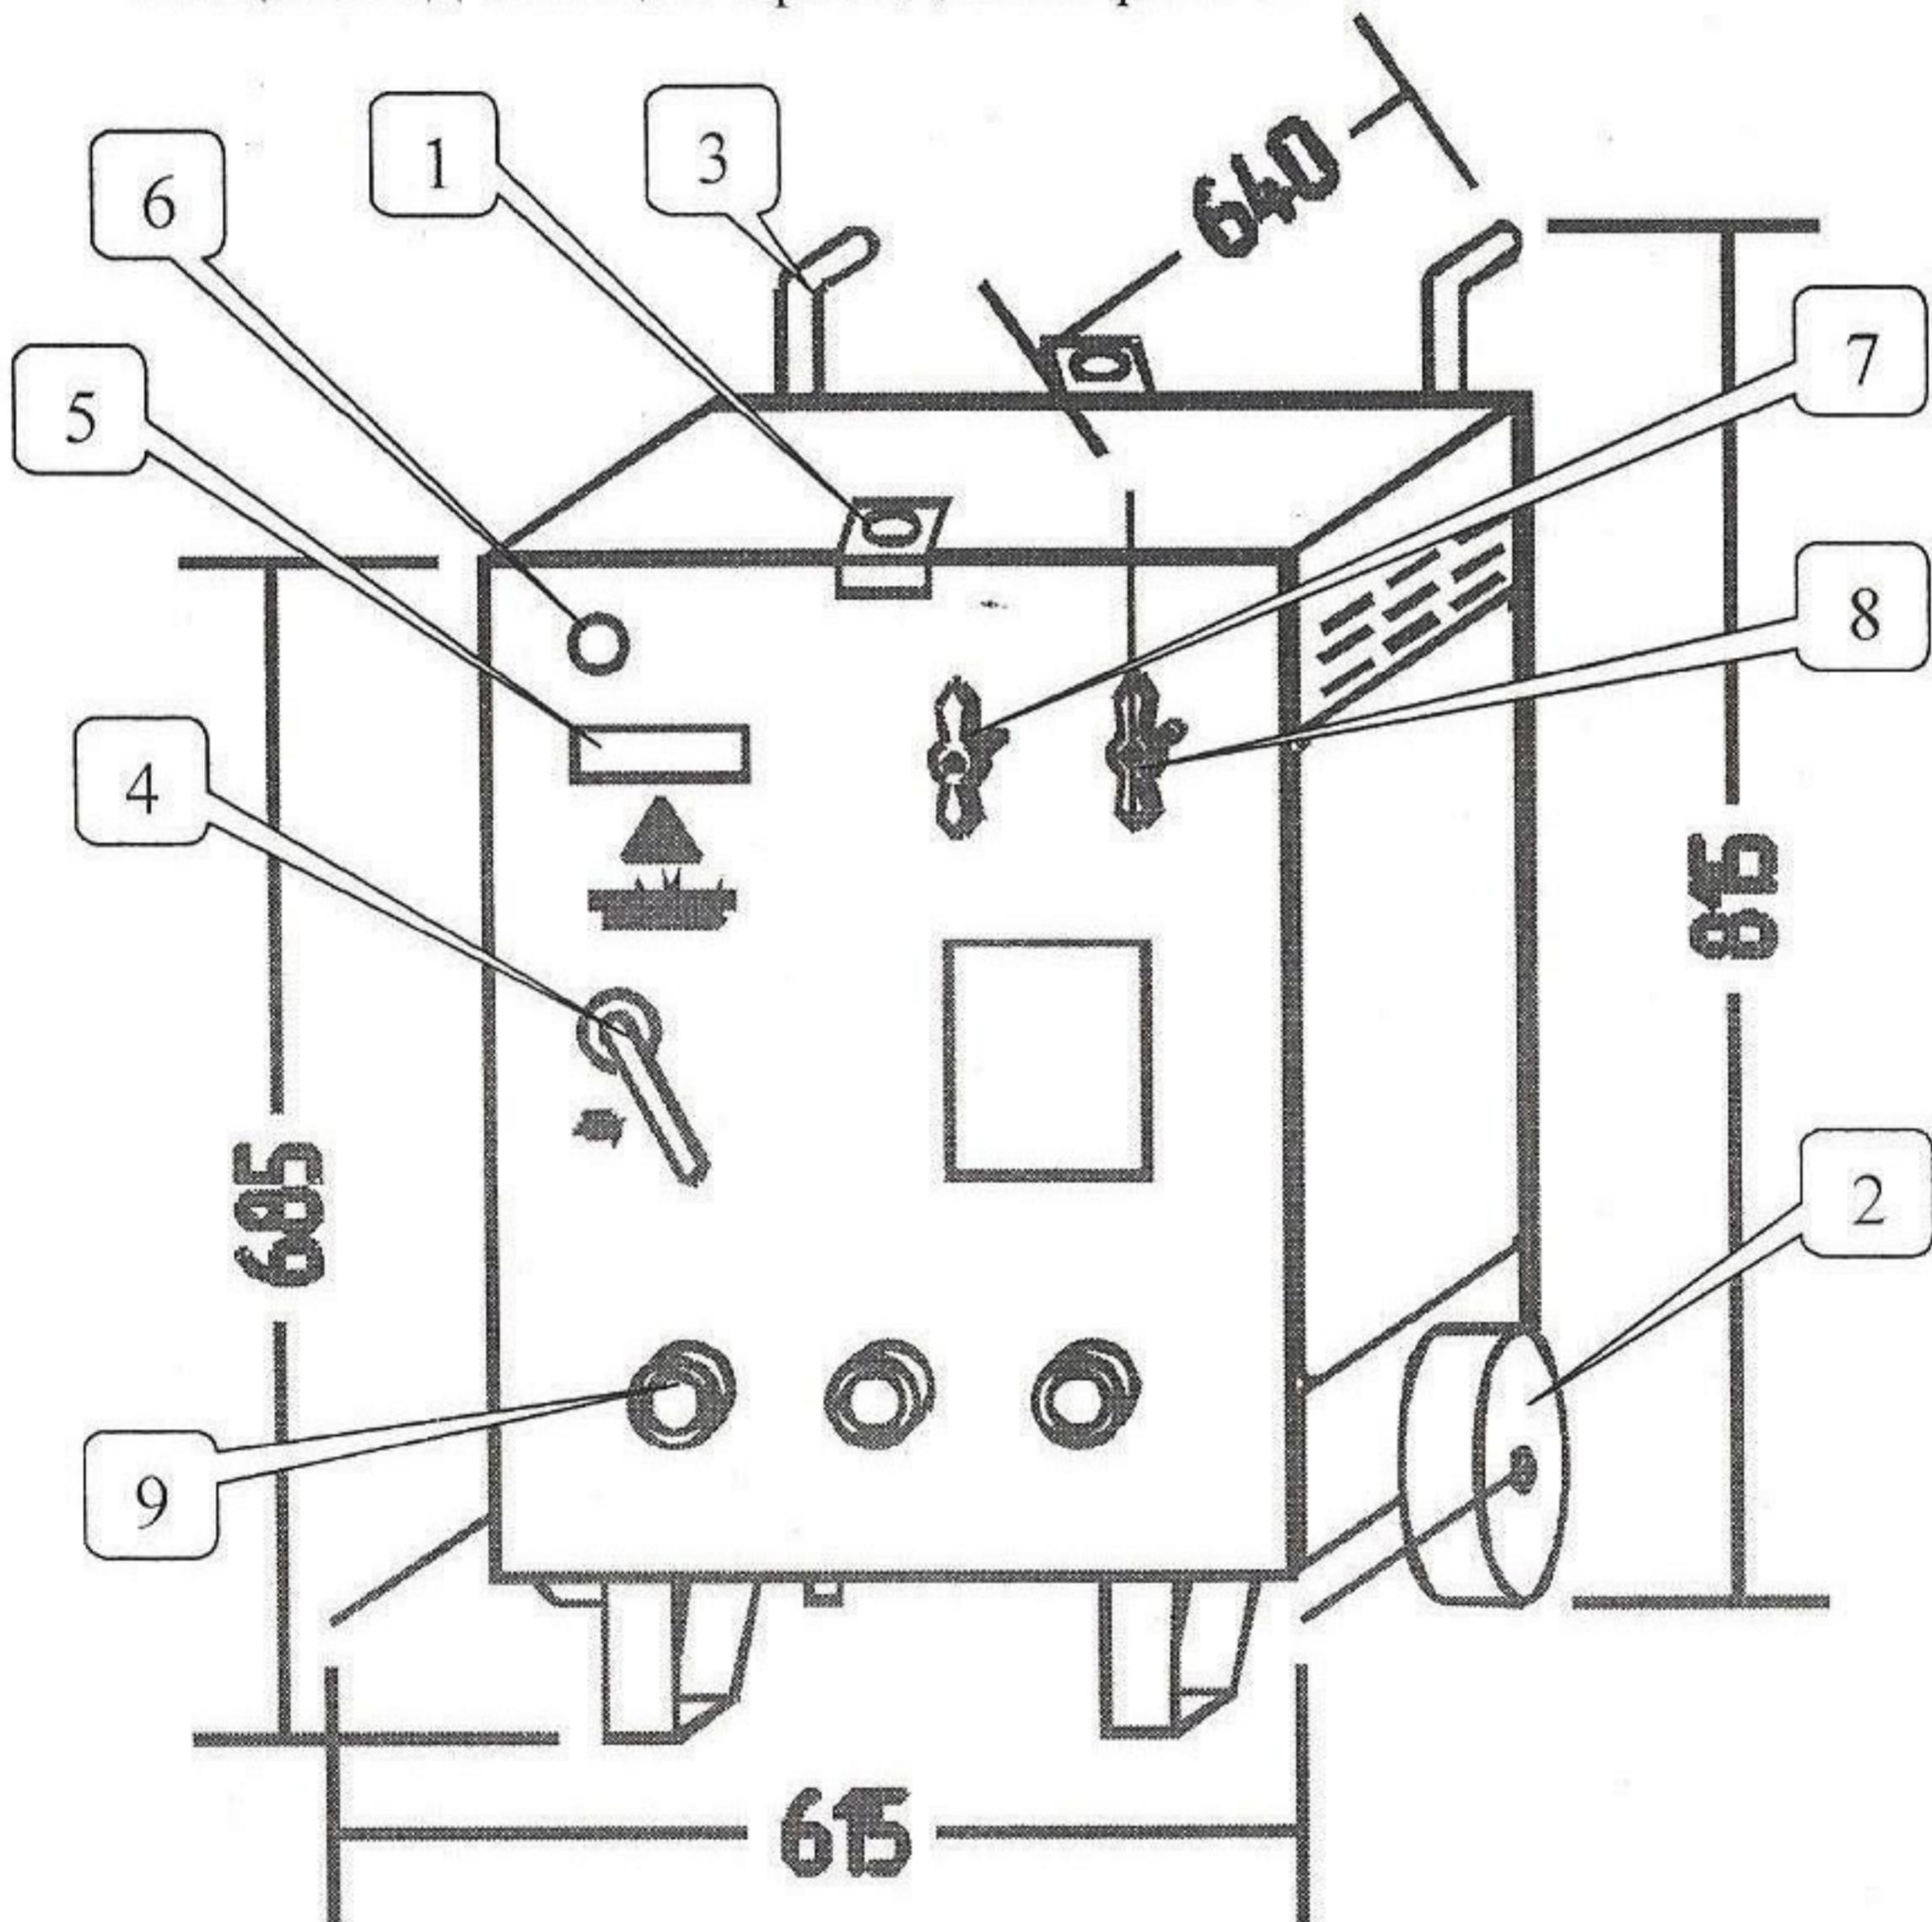

Рис. 1
4.1 Общий вид станции приведен на рис. 1.
Станция (рис.1) состоит из сухого 3-х фазного понижающего трансформатора, установленного внутри корпуса. Станция оснащена рым-скобами поз.1, колесами поз.2, ручками поз.3, 5-ти жильным сетевым кабелем поз.4, анкеровка которого осуществляется сальником. На кабеле установлен разъем, через который станцию подключают к сети и нулевому рабочему проводу, а также осуществляют заземление (зануление). На лицевой панели размещены: автоматический
5.11. При подъеме станции ее необходимо стропить за рым-скобы (рис.1, поз.1).
6.7. При помощи токовых клещей убедиться, что ток нагрузки в проводах, подключенных к зажимам поз.9 рис.1, не превышает 145 А в каждом проводе.